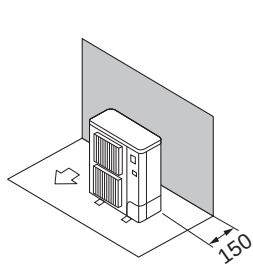

Fig. 2-2
- ① Перешкоди лише ззаду (Fig. 2-2)